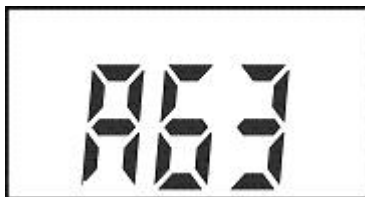

Рисунок 9.9
9.12.3 Заряд аккумуляторной батареи отключается автоматически. Время заряда составляет не более 4 часов. По окончании заряда на цифровом индикаторе отображается надпись "АБЗ", выключается подсветка и включается периодическая звуковая сигнализация (рисунок 9.9).